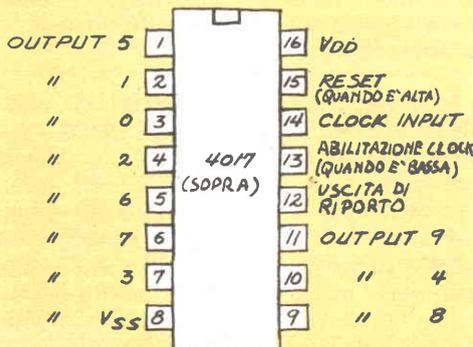

Fig. 3 - Collegamenti ai piedini del 4017. Ciascuna uscita attivata diviene alta per un ciclo orologio e poi ritorna allo stato basso.
**Contatore-decodificatore CMOS divisore per 10 - Il CMOS 4017** divisore per 10 contatore-decodificatore è un circuito integrato eccezionalmente comodo, che svolge le funzioni di un contatore a decade TTL 7490 e di decodificatore TTL 7441 1 su 10. Nella *fig. 3* sono indicati i collegamenti ai piedini di questo versatile IC.